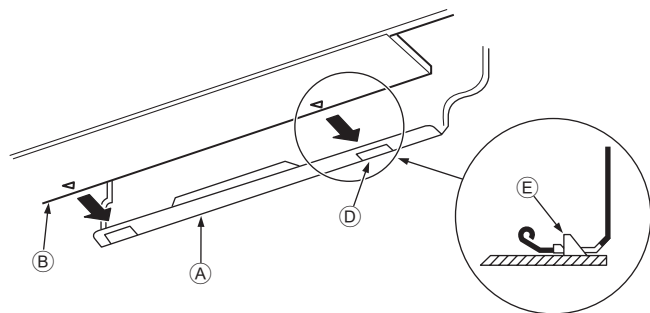

Fig. 3-16
3. Lors de l'insertion du tuyau de réfrigérant et le tuyau d'écoulement dans l'orifice mural d'insertion (manchette de pénétration), accrocher la partie supérieure de l'appareil intérieur sur la planche d'installation ①.
5. Fixer en poussant la partie inférieure de l'appareil intérieur sur la planche d'installation ①. (Fig. 3-16)